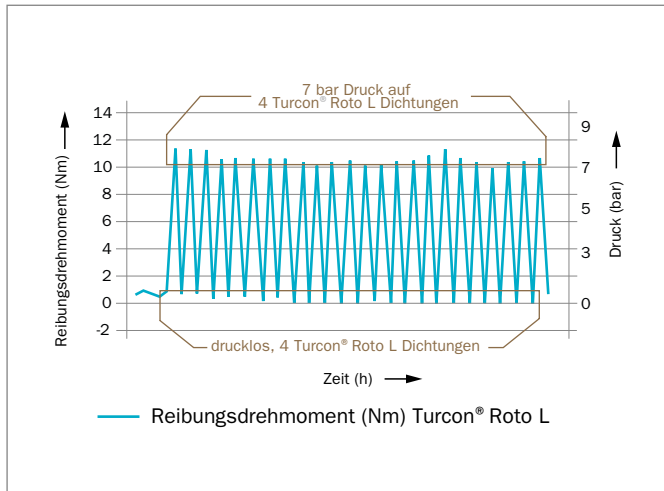
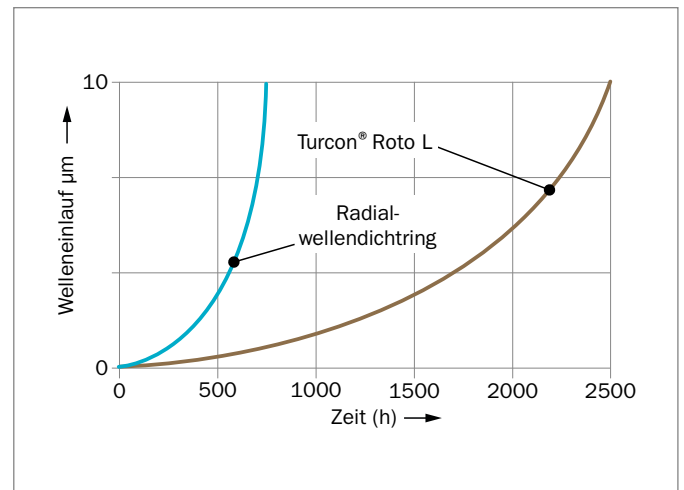

Abbildung 98: Drehmomenttest mit Trockenluft
Abbildung 99: Lebensdauer der Hardware
- Lange Lebensdauer der Dichtung aufgrund eines reduzierten Reibmoments (siehe Abbildung 98 und Abbildung 99)